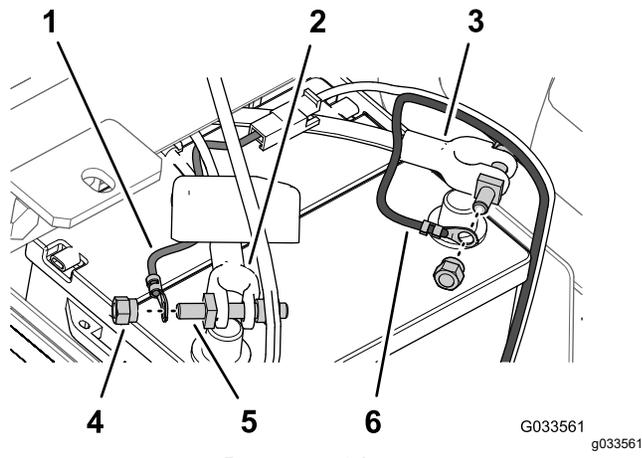

Рисунок 31
6. Прикрепите круглую клемму плавкой перемычки (жгут проводов опрыскивателя) с помощью зажимной гайки к штырю болта клеммы, который был установлен на положительный кабель аккумулятора (Рисунок 31).
7. Прикрепите круглую клемму отрицательного провода (черный – жгут проводов опрыскивателя) с помощью зажимной гайки к штырю болта клеммы, который был установлен на отрицательный кабель аккумулятора (Рисунок 31).